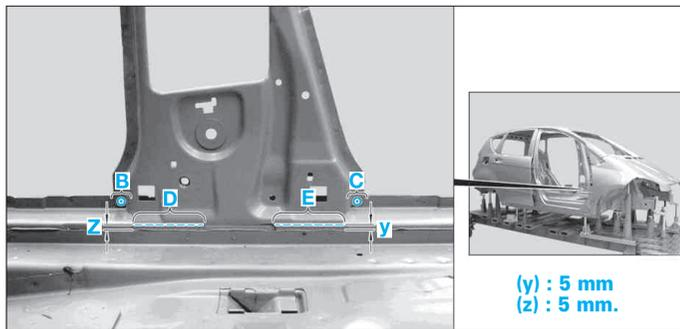

FIG. 67
- Tracer les lignes de coupes (D) et (E) (Fig.67).